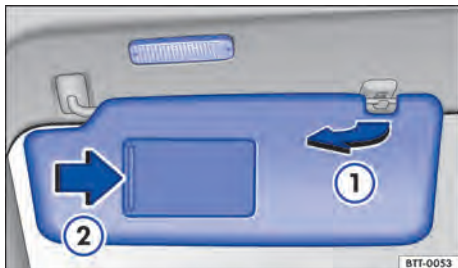

Fig. 69 Parasol.
- Quitar el parasol del soporte y girar en la dirección de las puertas → fig. 69 ①.
En la parte posterior del parasol se encuentra un espejo de cortesía provisto de una tapa. Al abrir la cubierta → fig. 69 ② se enciende una luz.